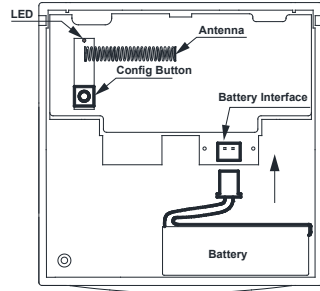

Fig. 2: Grupp konfiguration
OBS: Enheten levereras separerad från botten, redo för installation. Om nödvändigt, separera dock framsidan från botten genom att sätta i återställningsnyckeln och försiktigt dra den nedre delen av framsidan nedåt och bort från botten. Om du tar bort manöverelementet kommer skruvarna som håller fast panelen mot botten att exponeras (se Fig. 2 ~ 4).
4. För att lägga till en manuell larmknapp till gruppen, tryck och släpp "Config"-knappen på baksidan av frontpanelen på den manuella larmknappen två gånger inom 2 sekunder. Den röda lysdioden blinkar en gång för att bekräfta anslutningen till gruppen (se fig. 2).
För att ta bort en manuell larmknapp från gruppen, tryck och släpp "Config"-knappen 8 gånger inom 5 s. Den röda lysdioden blinkar två gånger för att bekräfta borttagning från gruppen. (se fig. 2).